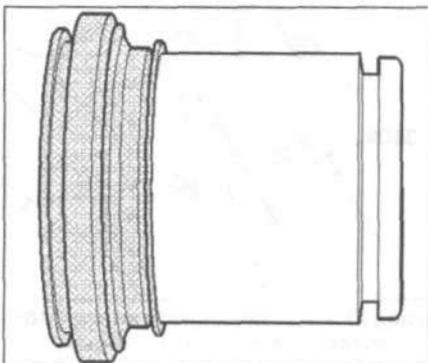

Рис. 11.23. Установите защитный сальник наружной кромкой на поршень.
6. Установите защитный сальник наружной кромкой на поршень (рис. 11.23).